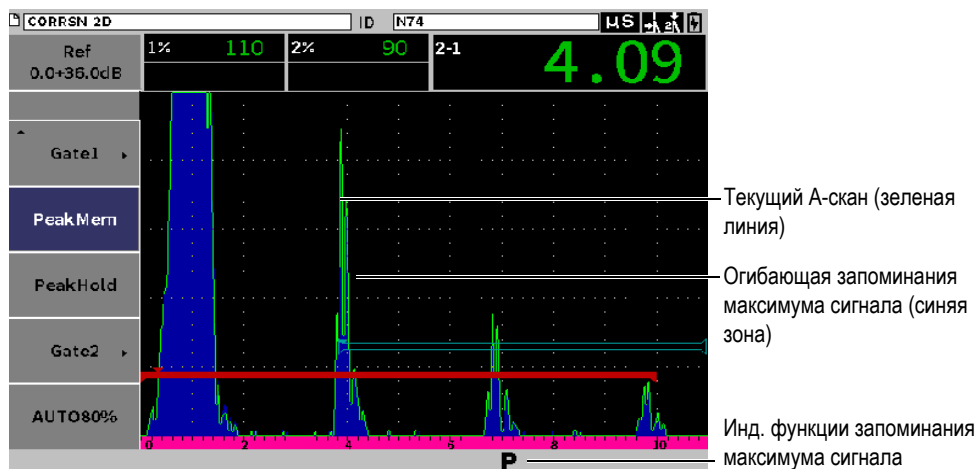

Рис. 7-11 Пример огибающей запоминания максимума сигнала
Функция запоминания максимумов позволяет сохранять в памяти снимок амплитуды каждого А-скана. Экран обновляется при получении сигнала большей амплитуды. При прохождении преобразователя над дефектом, огибающая сигнала (или динамический сигнал) остается на экране в виде зеленой линии (см. Рис. 7-11 на стр 90). Кроме того, текущий А-скан отображается внутри огибающей.
1. После активации строга и отображения бокового меню, поверните ручку регулятора для выбора кнопки **PeakMem** (см. Рис. 7-11 на стр 90).